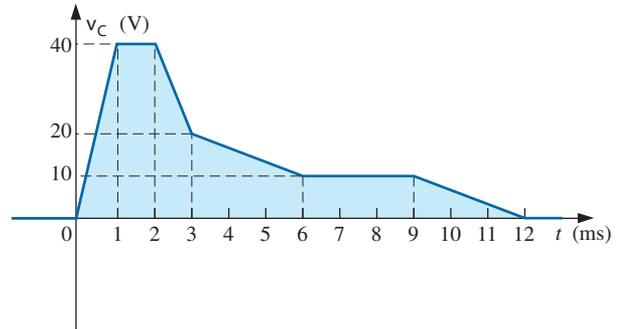

Figura 10.115 Problema 44.
44. Determine a forma de onda para a corrente média, se a tensão através do capacitor de 2 μF é como mostra a Figura 10.115.